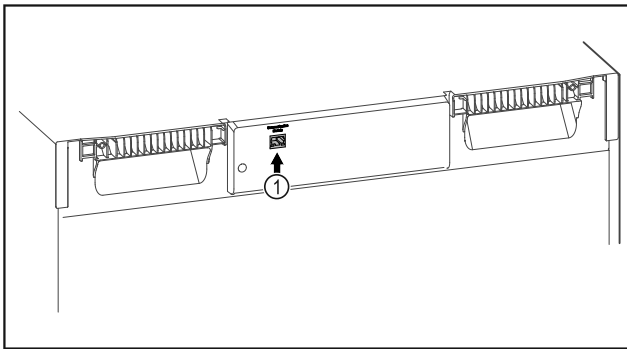

Fig. 127
- Το SmartModule Fig. 127 (1) είναι τοποθετημένο.